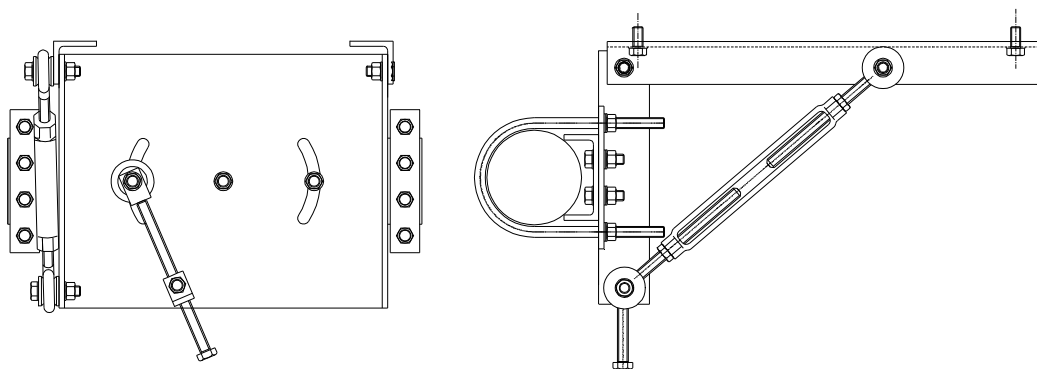

FIGURA 02 – Estrutura Traseira
As antenas são embaladas em uma caixa de papelão sendo que o sub-refletor vai montado ao refletor. As peças da estrutura traseira da antena e a barra estabilizadora (ferragens) são acondicionadas em uma caixa individual embutida abaixo das colunas, no fundo da embalagem. (estrutura da embalagem – ver figura 02).
- a) Retirar as peças da estrutura traseira da embalagem e montá-las orientando-se pela figura 02.